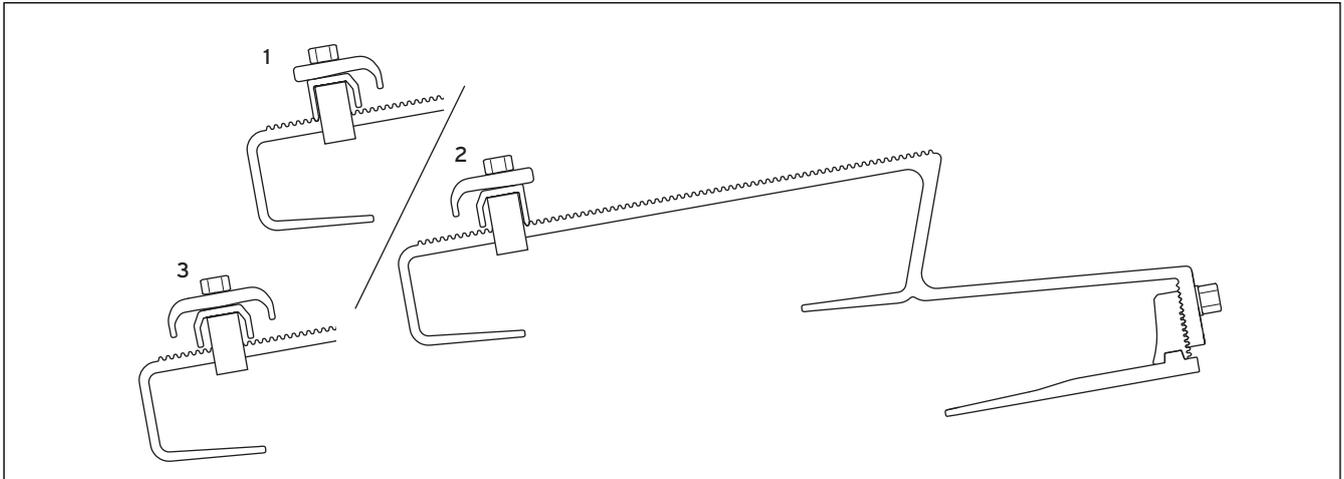

Abb. 5.11 Dachanker Typ P
- Positionieren Sie den Dachanker. Achten Sie dabei auf die korrekte Position des oberen, mittleren und unteren Dachankers (→ **Abb. 5.11**).
- Hängen Sie den Dachanker an der Dachlatte ein. Achten Sie dabei auf die korrekte Position des oberen, mittleren und unteren Dachankers (→ Abb. 5.11).
- Setzen Sie den Dachanker auf die mittlere Mutter. Achten Sie dabei auf die korrekte Position des oberen, mittleren und unteren Dachankers (→ **Abb. 5.11**)